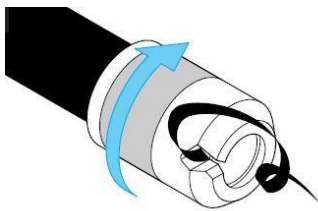

Bild 1
1. PE-Rohr mit Ansrähgölse von Hawle Nr. 6000 oder mit gleichwertigem Produkt an schrägen (siehe Bild 1)